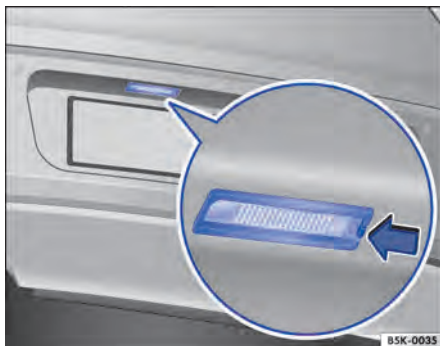

Fig. 174 Na chapa terminal traseira embaixo da tampa do compartimento de carga: lanterna da placa de licença.
2.	Pressionar com uma chave de fenda na depressão da lanterna da placa de licença na direção da seta ⇒ Fig. 174.